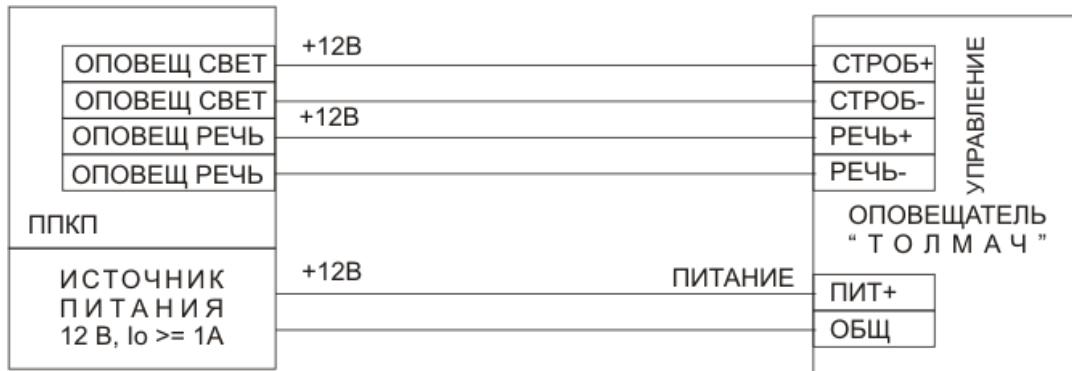
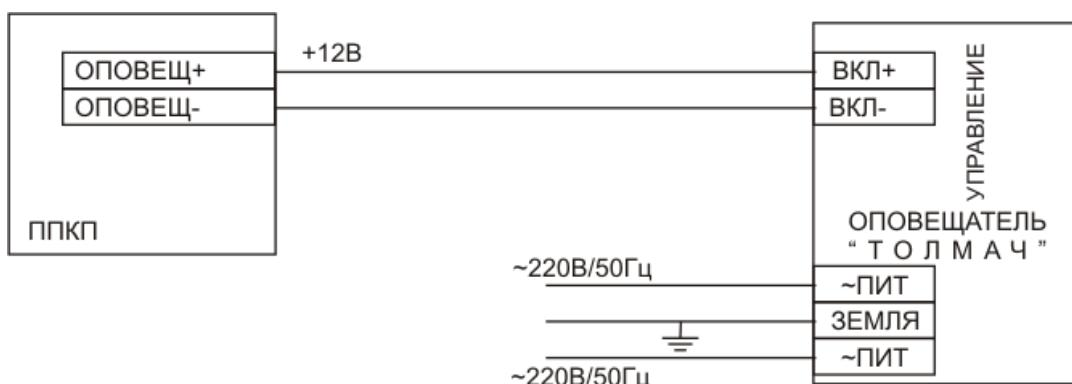

Рис. 1. Типовая схема подключения оповещателя "Толмач"
Рис. 2. Схема подключения оповещателя "Толмач"-П220
- 9.11** Если оповещатель используется с запуском от ПКП, то подключите кабеля управления для «Толмач» П и «Толмач»Ex по рис.1 к клеммам «ЗВУК+», «ЗВУК-» и «СТРОБ+», «СТРОБ-», для «Толмач»П220 по рис.2 к клеммам «ВКЛ+», «ВКЛ-» с соблюдением полярности. Для «Толмач» Ex и «Толмач» П переключите выключатель управления соответствующего канала «ВКЛ РЕЧЬ», «ВКЛ СТРОБ», расположенные на плате, в положение OFF, для «Толмач» П220 «АВТОНОМ ЗАПУСК» в положение OFF.